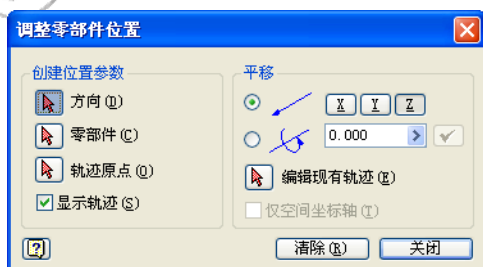

图 12-83 “调整零部件位置”对话框
①单击【表达视图】标签栏【创建】面板上的【调整零部件位置】工具按钮, 打开【调整零部件位置】对话框, 如图 12-83 所示。